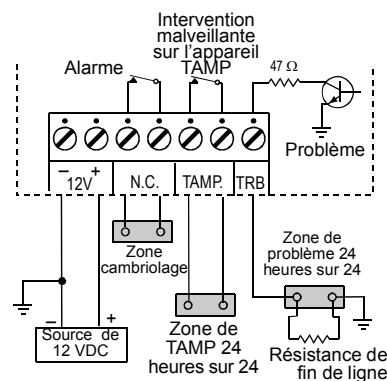

Figure 4. Câbles du bloc du terminal
Connecter les câbles au bloc du terminal de la façon suivante (Fig. 4):
**Connexion avec:** la zone 'problème' 24 heures sur 24, parallèle à une résistance de fin de ligne (voir Figure 4).